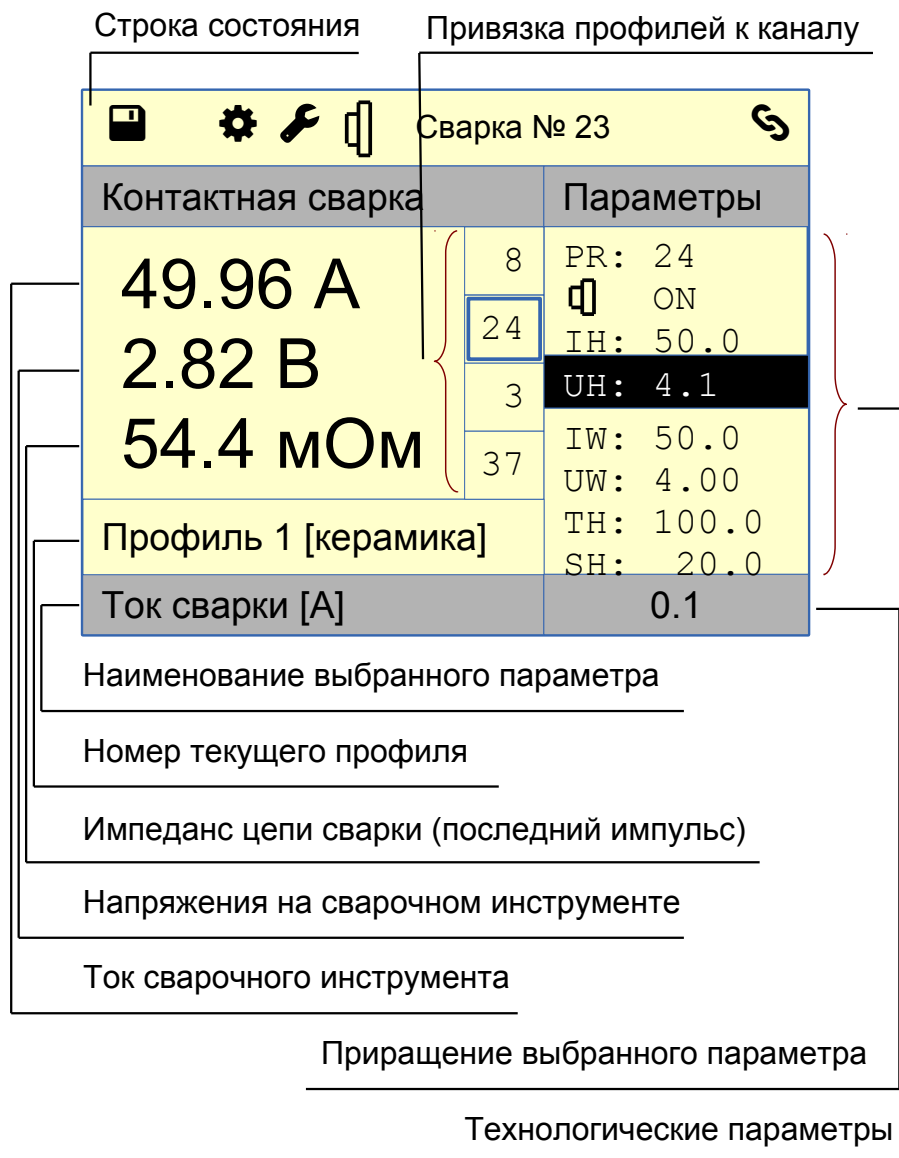
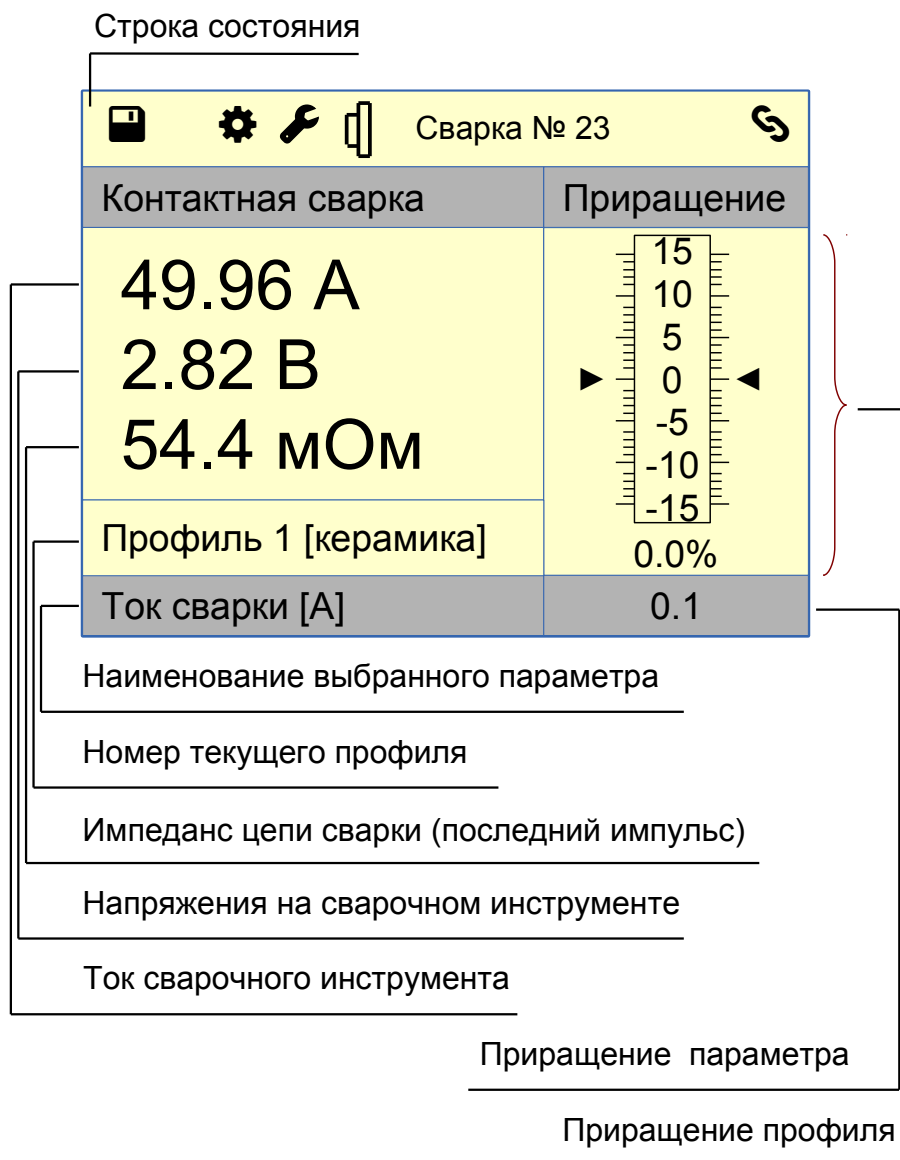

Рис. 4. Внешний вид ЖК дисплея. Основное экранное меню
Рис. 5. Внешний вид ЖК дисплея. Вспомогательное экранное меню
Профиль сварки задается выбором его номера в первой строке меню. см. рис. 4. Кроме номера профиля пользователь для улучшения восприятия может задать метку профиля (ситалл или керамика). Выбор метки профиля на его параметры не влияет и служит только для удобства оператора.
1.3.4 В состоянии “РАБОТА” прибор осуществляет опрос датчика инструмента. При срабатывании датчика (размыкание) прибор генерирует сварочный импульс в соответствии с заданными параметрами. Для начала следующего сварочного импульса необходимо вернуть датчик в исходное состояние (убрать инструмент из зоны сварки). Вид ЖК дисплея с активным основным экранным меню показан на рис. 4. Вид ЖК дисплея с активным вспомогательным экранным меню показан на рис. 5.